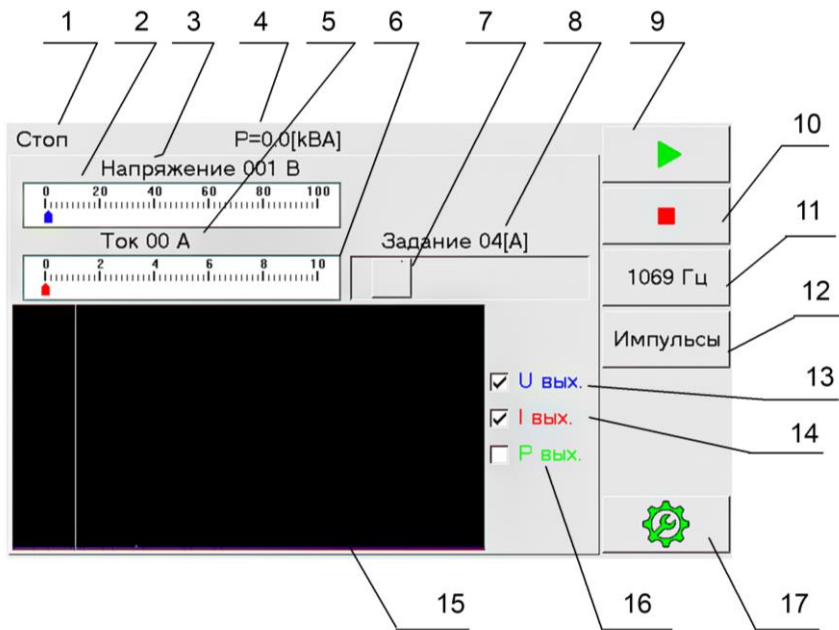

Рис.3 Назначение органов индикации и управления
6.4 Назначение органов индикации и управления генератором приведены на многофункциональном сенсорном экране, рисунок 3 (основное табло).
7.3.3 После установки всех необходимых параметров закройте текущее окно, кратковременно нажав на кнопку 10. Вновь откроется основное табло (рисунок 3).
7.6 Генератор готов к работе. Кратковременно нажмите кнопку «Пуск» (позиция 9, рисунок 3).
7.8.Для завершения работы генератора нажмите кратковременно кнопку «Стоп» (позиция 10 рисунок 3).